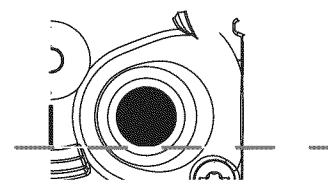

Fig. 22
- La mirada en el petróleo llena hoyo, utiliza una linterna si necesitado. El petróleo debe estar tocando apenas las interiores la mayoría de los hilos (Fig. 22).
- Si el nivel de aceite no está tocando la rosca más interior del agujero de llenar aceite, añada una pequeña cantidad al agujero de llenar aceite y vuelva a comprobar (Fig. 22). Repita este procedimiento hasta que el nivel de aceite alcance la rosca más interna del agujero de llenar aceite.
NOTA: Use la botella y la boquilla que guardó del uso inicial para medir la cantidad correcta. El nivel de 90 ml (3,04 onzas) está aproximadamente en la parte superior de la etiqueta de la botella (Fig. 26). Mida el nivel con la varilla de medición. Si el nivel está bajo, agregue una pequeña cantidad de aceite y vuelva a medir. No lo llene demasiado (Fig. 22).